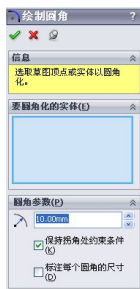

图 2-32 【绘制圆角】属性管理器
(1) 单击【草图】工具栏中的【3D 草图】按钮或选择【插入】|【3D 草图】菜单命令，进入 3D 草图绘制状态。
(2) 单击【草图】工具栏中的【绘制圆角】按钮或选择【工具】|【草图工具】|【圆角】菜单命令，系统弹出【绘制圆角】属性管理器。在【圆角参数】选项组中，设置【圆角半径】数值，如图 2-32 所示。